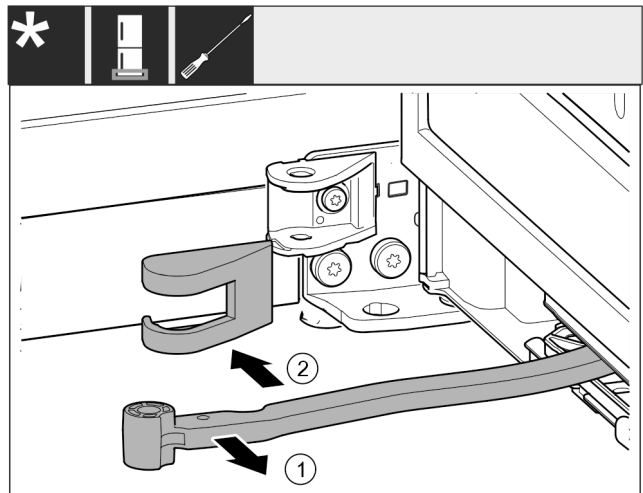

Fig. 18
- ▶ Поверните шарнир Fig. 18 (1) в направлении двери.
- ▶ Снимите крышку опорного кронштейна Fig. 18 (2).